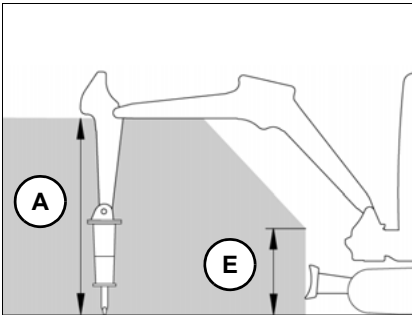

Abb. 96 Arbeitsbereich mit Splitterschutz
- ▶ Eingeschränkten Arbeitsbereich beachten (siehe Abb. 96/97)